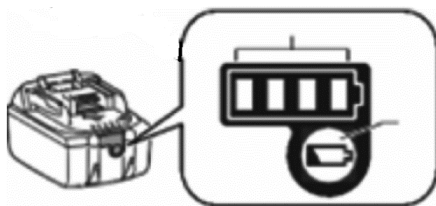

Рисунок 3. Схема перевірки рівня заряду акумуляторної батареї.
5.1.3.1 Перевірка рівня зарядження акумуляторної батареї (рис. 3).